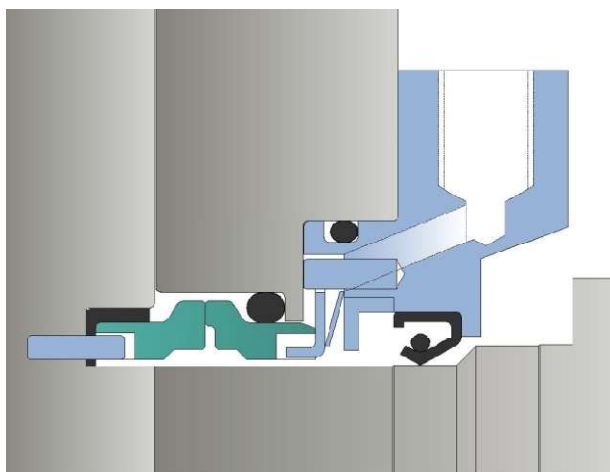

Abbildung 27 - Einfach wirkende gespülte Gleitringdichtung
- Die neuen Lippendichtungen in das Gehäuse einsetzen. Distanzring, Wellfeder und Antriebsscheibe so zusammenbauen, wie in der Abbildung 27 dargestellt. (Siehe auch 6.6 Dichtungsgehäuse)
- Bei der Montage des Rotorgehäuses am Lagergehäuse ist darauf zu achten, dass die Lippendichtungen und die Gleitringdichtungen (80) durch die Wellenverzahnung oder durch die Wellenenden nicht beschädigt werden.